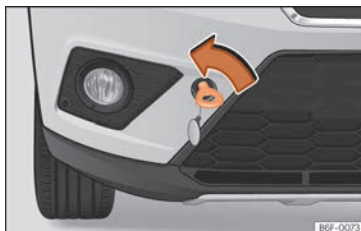

Abb. 45 Stoßfänger vorn rechts: eingeschraubte Abschleppöse.
- Drehen Sie die Abschleppöse **entgegen dem Uhrzeigersinn** in die Aufnahme bis zum Anschlag »» **Abb. 45** »» ⓘ. Verwenden Sie ein geeignetes Hilfsmittel, um die Abschleppöse festzuziehen.